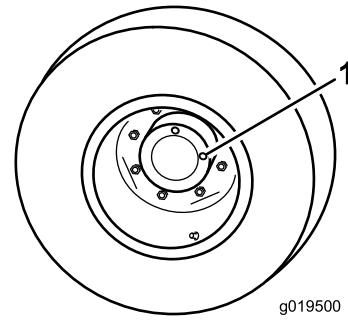

Bild 90
2. Stellen Sie das Rad so, dass eine Prüfschraube (Bild 90) auf 12 Uhr und die andere auf 3 Uhr steht.
1. Prüf-/Ablassschraube (2)
3. Entfernen Sie die Schraube, die auf 3 Uhr steht (Bild 90).